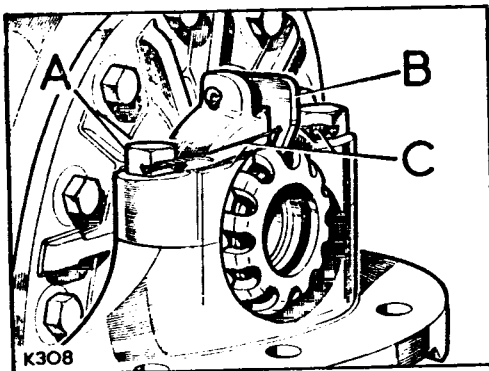

Fig. E1-64.- Fijación de los tornillos de las tapas de los cojinetes.
6.19.- Una vez hecho este ajuste y sin que exista juego longitudinal, o precarga de los cojinetes, se apretarán - ambas tuercas girándolas el espacio correspondiente a media muesca, para conseguir la precarga adecuada -- sobre los cojinetes. Seguidamente se encajará la patilla-fiador, B (Fig. E1-64), en la muesca de la tuerca.